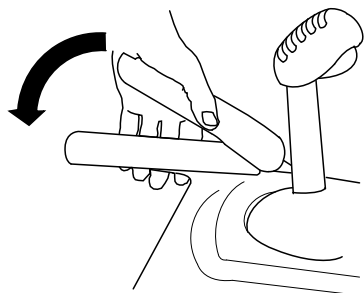

Figura 17
1. Para engranar la transmisión de tracción, apriete la palanca izquierda (tracción) hasta la empuñadura (Figura 17).